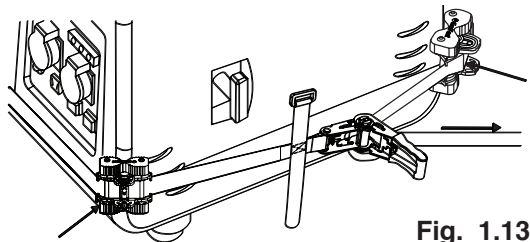

Fig. 1.13
- k. Tirez la sangle en Kevlar® sans relâche à travers le centre de la boucle à cliquet. En maintenant la tension sur la sangle Kevlar®, placez les renforts d'angle dans les positions souhaitées sur les coins du générateur. (Fig. 1.13).